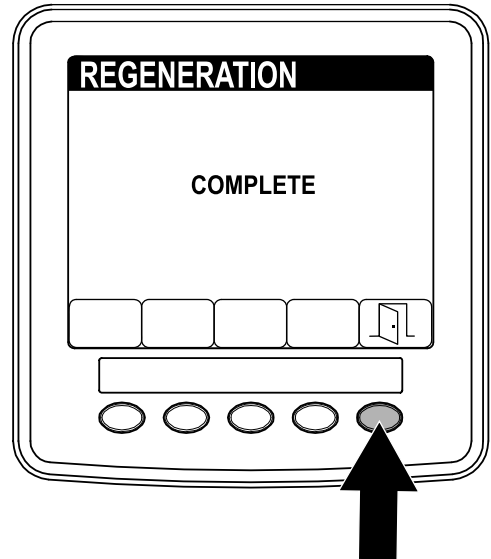

Bild 71
5. Wenn die Regenerierung abgeschlossen ist, wird der Bildschirm COMPLETE im InfoCenter angezeigt. Drücken Sie die Taste 5, um auf das Menü SERVICE zu wechseln (Bild 71).